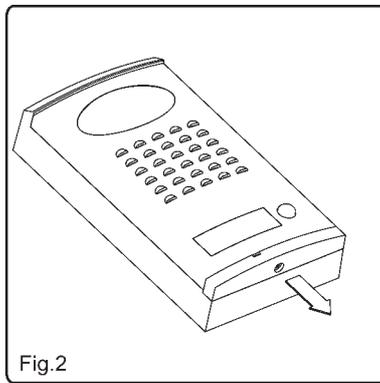

Fig.2
- Rimuovere la placca frontale facendole compiere un leggero movimento indietro (3-4mm) e quindi sollevandola nella parte inferiore come mostrato rispettivamente nelle figure 2 e 3.
- Gently slide the front plate down (3-4mm) and then raise it at the bottom as shown on figures 2 and 3.
- Slide the plate upwards in the opposite direction to figure 2.